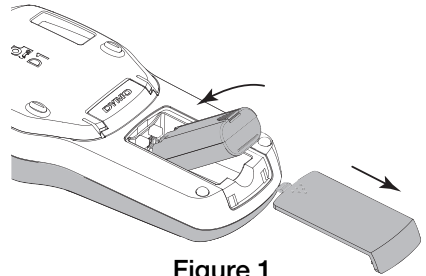

Figure 1
- 1 Retirez le couvercle du compartiment de la batterie de l'étiqueteuse en le faisant glisser. Voir Figure 1.
- 2 Insérez la batterie dans le compartiment de la batterie, comme montré à la Figure 1.
- 2 Retirez le couvercle du compartiment de la batterie de l'étiqueteuse en le faisant glisser. Voir Figure 1.